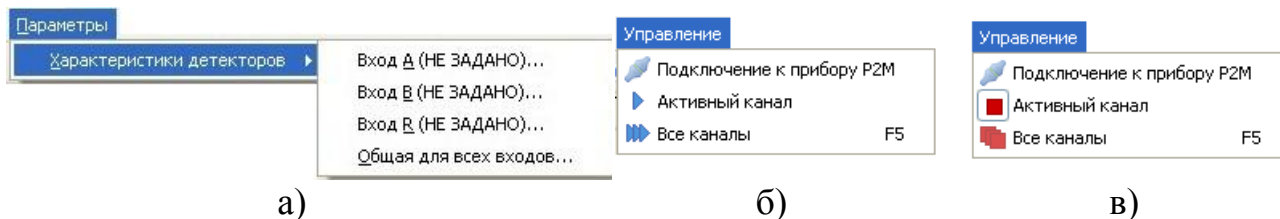

Рисунок 5.6 – Меню «Параметры» и «Управление»
5.3.5.1 Параметры – меню выбора детекторных характеристик, рисунок 5.6-а:
5.3.6.1 Управление – меню управления прибором и запуском измерений, рисунок 5.6-б:
5.3.6.3 *Активный канал* – запуск измерений активного канала. После запуска измерений изменится вид пунктов «Активный канал» и «Все каналы» (рисунок 5.6-в). Если в программе были созданы несколько каналов, то после запуска режима измерения таким способом пункт «Активный канал» будет индигировать включено ли измерение для канала выделенной трассы или нет.